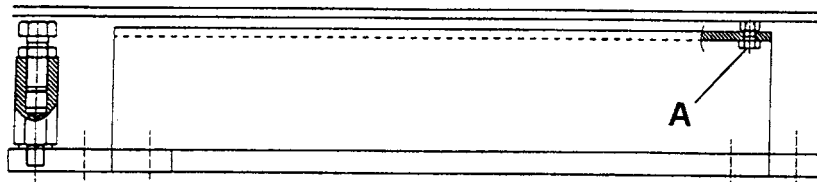

Fig.15
- Togliere i bulloni (A) di bloccaggio pedana base (vedi fig. 15). A questo punto posizionare la pedana (P2) all'interno della fossa rispettando le misure (come indicato in fig. 6) e contemporaneamente infilare i tubi idraulici (3) e (4) nel condotto di collegamento fra le fosse.
- Collegare il tubo (4) alla pedana (P2).
- Posizionare la pedana (P1) all'interno della rispettiva fossa infilando i tubi (5) e (6) nel condotto fra la fossa e centrale di comando. In contemporanea infilare nei condotti i cavi elettrici.
- Remove the fixing clamps (A) of the platform base (see fig. 15). Then place the platform (P2) inside the pit according to the measurements (as indicated in fig. 6) and at the same time slide hydraulic tubes (3) and (4) into the connection groove between the pits.
- Connect tube (4) to the (P2) platform.
- Place platform (P1) inside the corresponding pit, sliding tubes (5) and (6) into the groove between the pit and the control unit. At the same time, slide the electric cables into the cableways.
- Die Basisfahrschienen-Arretierschrauben (A) entfernen (Abb. 15). Nun die Fahrschiene (P2) im Grubeninnern den Massen entsprechend positionieren (wie Abb. 6) und gleichzeitig die Hydraulikleitungen (3) und (4) in den Verbindungsleitkanal zwischen den Gruben verlegen.
- Die Leitung (4) an die Fahrschiene (P2) anschliessen.
- Die Fahrschiene (P1) in die entsprechende Grube positionieren und die Leitungen (5) und (6) in den Leitkanal zwischen der Grube und dem Schaltkasten verlegen. Gleichzeitig auch noch die Elektrokabel in die Leitkanäle verlegen.
- Retirer les boulons (A) de blocage du chemin de roulement de base (voir fig. 15). Puis, positionner le chemin de roulement (P2) à l'intérieur de la fosse en respectant les mesures (comme indiqué à la fig. 6) et enfiler en même temps les tuyaux hydrauliques (3) et (4) dans la conduite de connexion entre les fosses.
- Raccorder le tuyau (4) au chemin de roulement (P2).
- Positionner le chemin de roulement (P1) à l'intérieur de sa fosse et enfiler les tuyaux (5) et (6) dans la conduite entre la fosse et le pupitre de commande. Enfiler en même temps les câbles électriques dans les conduites.
- Quitar las tuercas (A) de fijación de la plataforma base (ver fig. 15). Ahora colocar la plataforma (P2) dentro del foso respetando las medidas (como ilustra la fig. 6) y al mismo tiempo introducir los tubos hidráulicos (3) y (4) en el conducto de conexión entre los fosos.
- Unir el tubo (4) a la plataforma (P2).
- Colocar la plataforma (P1) dentro del correspondiente foso introduciendo los tubos (5) y (6) en el conducto entre el foso y la central de mandos. Al mismo tiempo introducir en los conductos los cables eléctricos.